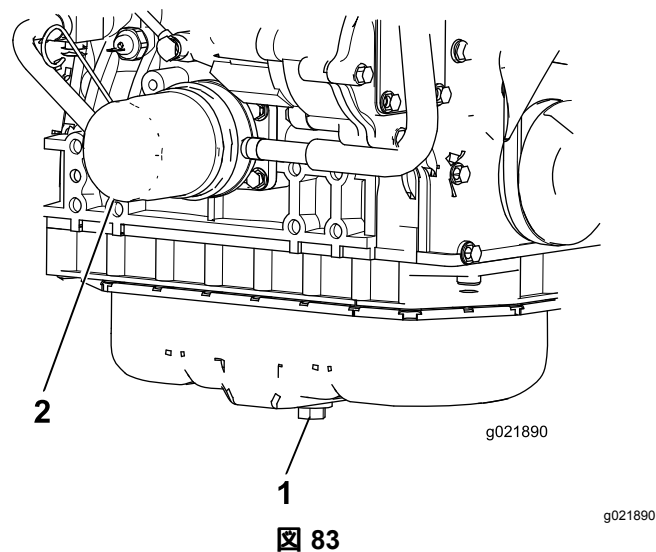

図 83
1. ドレンプラグを外してオイルを容器に受ける 図 83。
3. オイルフィルタ 図 83を外す。